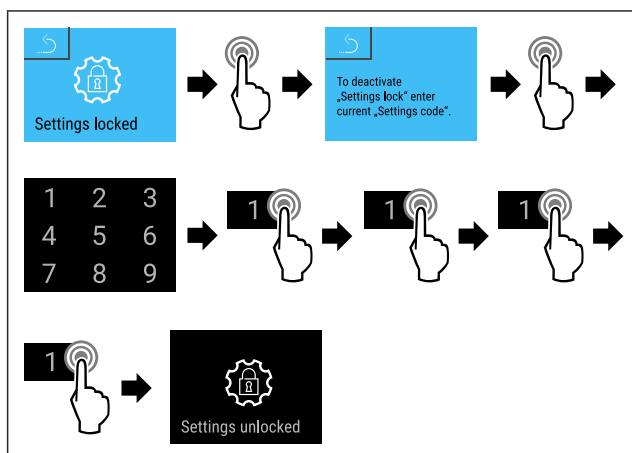

Fig. 89
- ▶ Seguir los pasos de procedimiento (consulte Fig. 89).